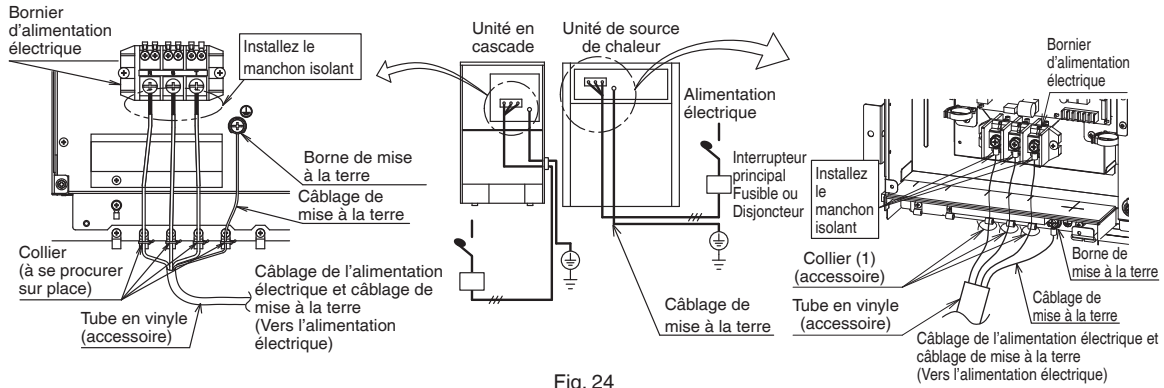

Fig. 24
- Installez un manchon isolant sur le câblage de l'alimentation électrique et raccordez-le au bornier d'alimentation électrique. Après le raccordement, fixez-le à l'aide des colliers comme indiqué dans la Fig. 24. Utilisez les colliers fournis pour l'unité de source de chaleur et préparez séparément les colliers pour l'unité en cascade.
- Pour le câblage de mise à la terre de l'unité de source de chaleur, utilisez le collier (1) fourni pour le relier au câblage de l'alimentation électrique en suivant la procédure de la Fig. 24 de façon à ce qu'aucune force externe ne soit appliquée à la borne.